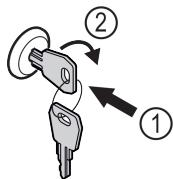

Fig. 91
- ▶ Zatlačte klúč Fig. 91 (1).
- ▶ Otočte klúč o 90° v smere hodinových ručičiek Fig. 91 (2).